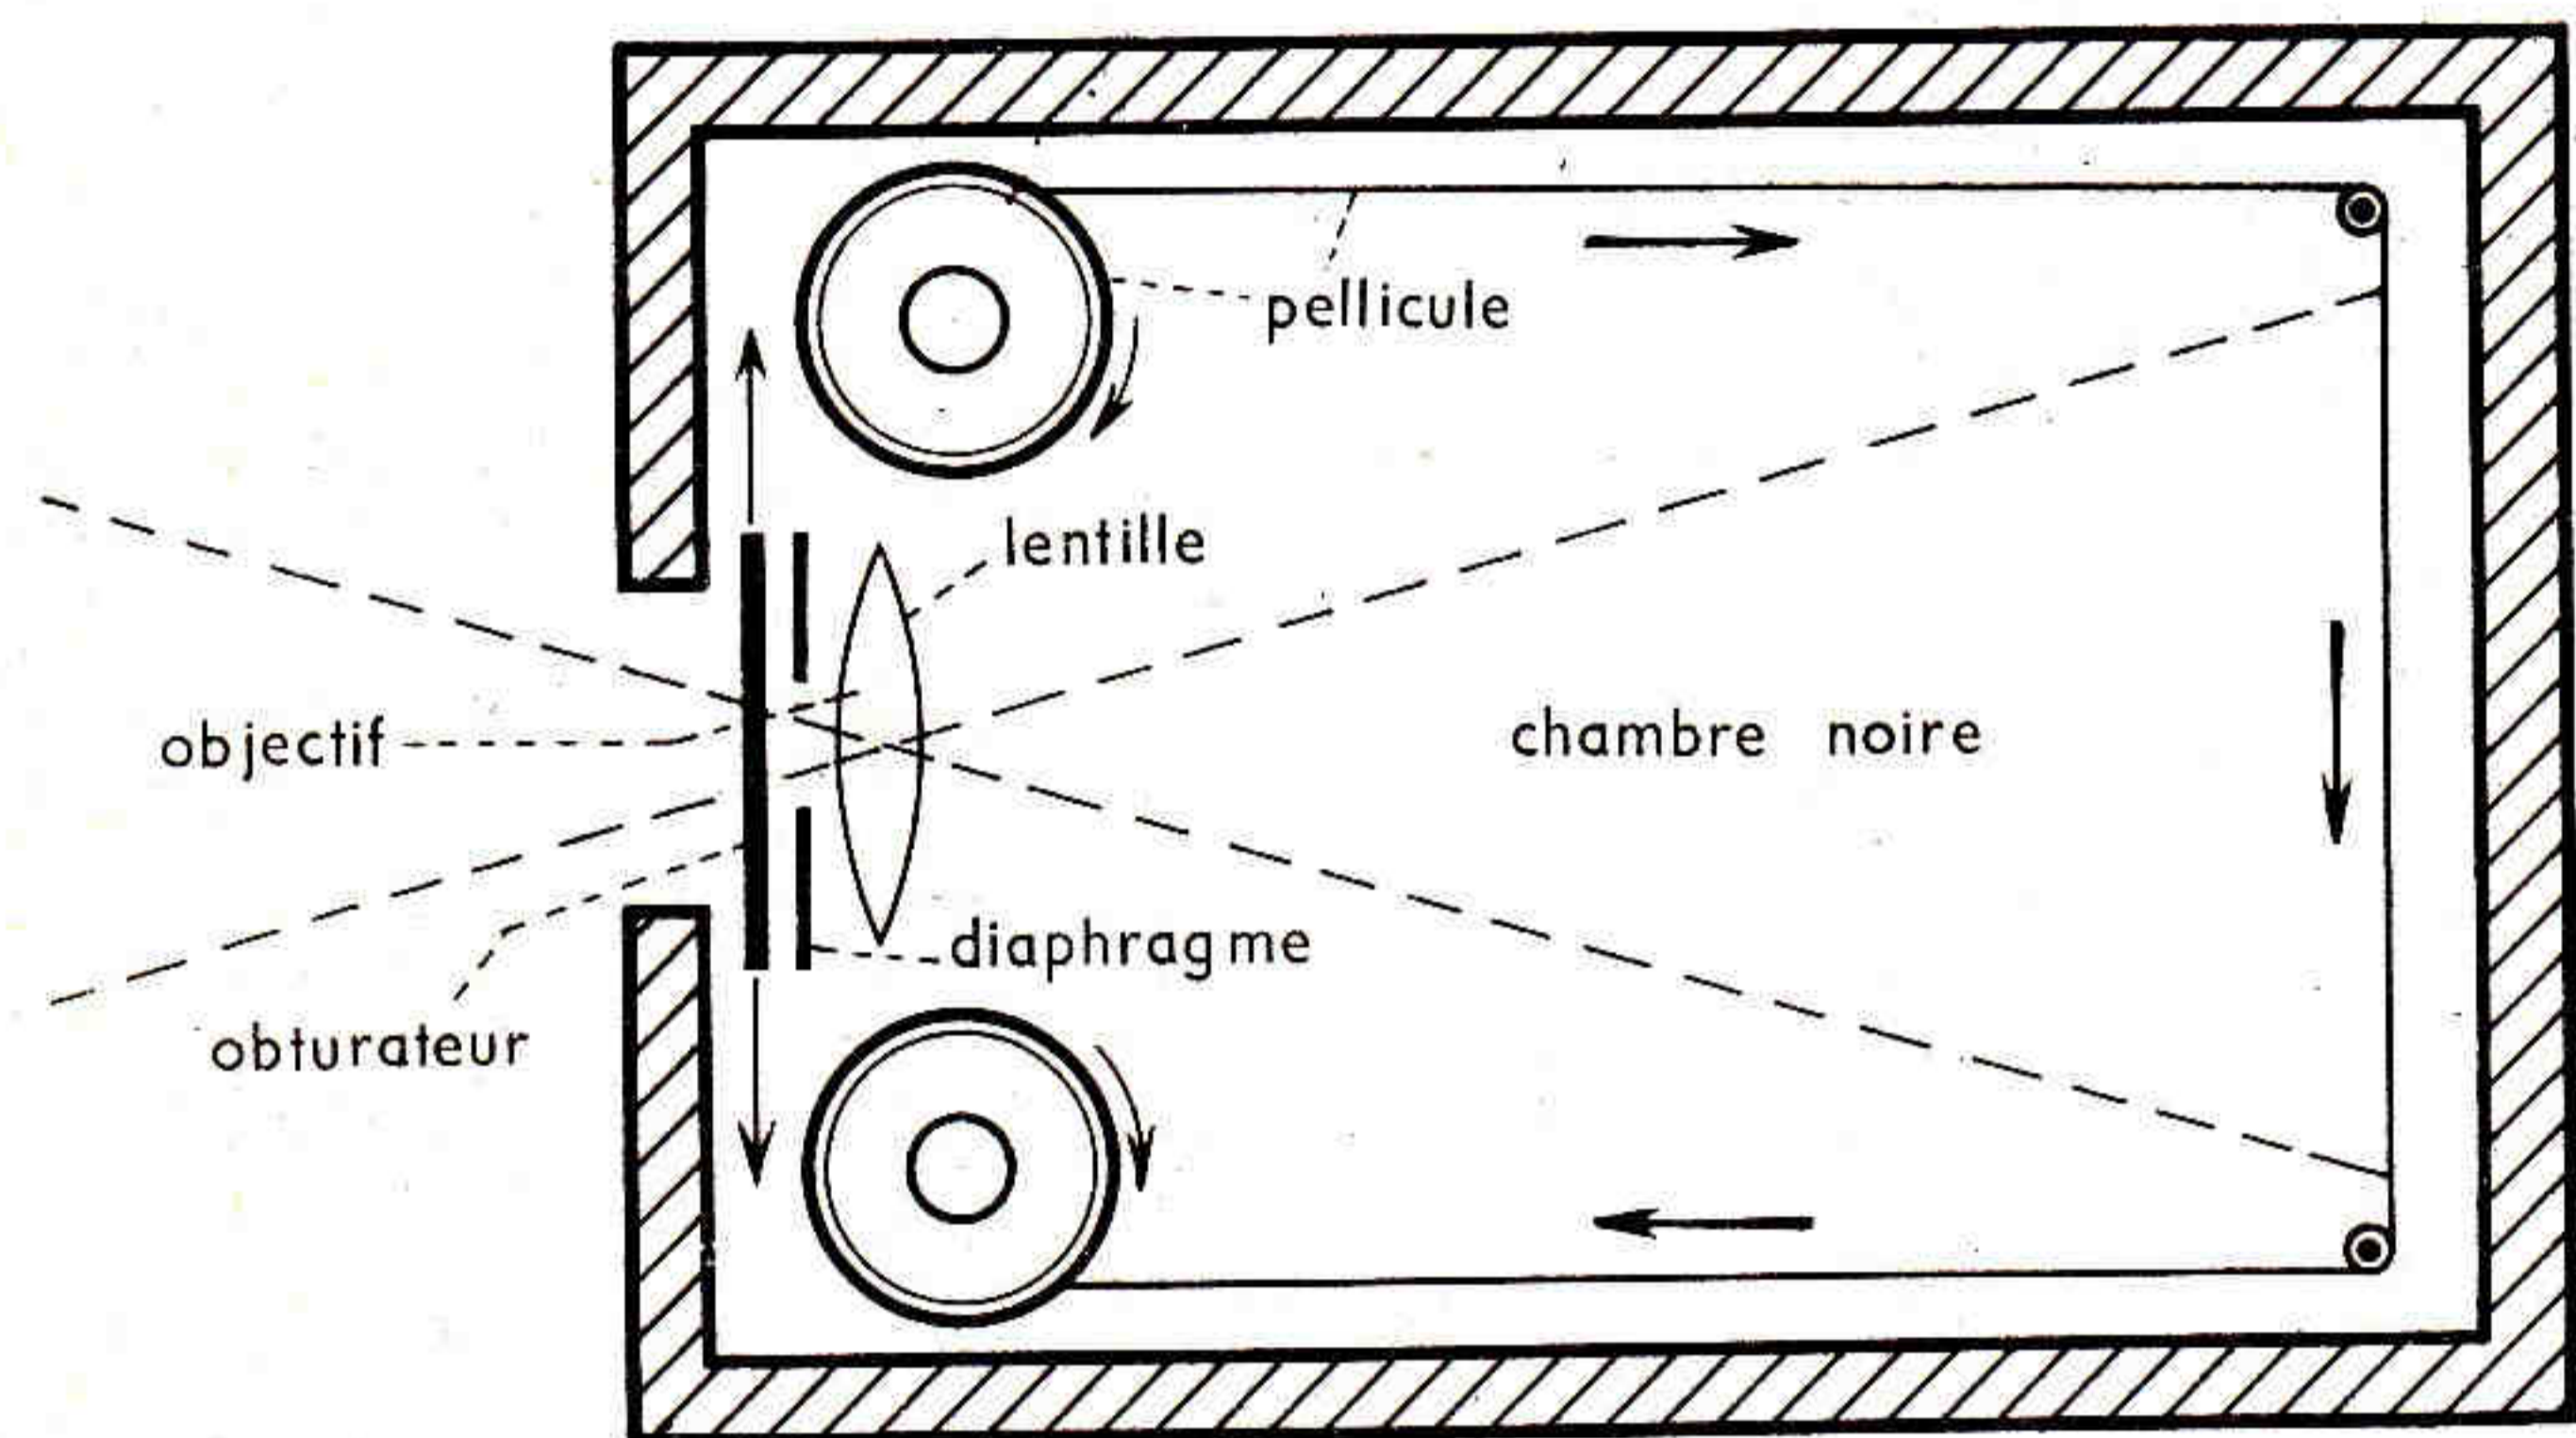

Figure 1. — Coupe schématique d'un appareil photographique.
- un **objectif** formé d'une ou plusieurs lentilles (1) qui produisent l'image;
**Dans l'appareil photographique, la lumière, qui vient de l'extérieur, traverse différentes parties de l'appareil avant d'atteindre la pellicule. Quelles sont ces parties (voir figure 1)?** .....
Distinguez les différentes parties de cet appareil, d'après les indications données par le schéma de la figure 1 et par le texte ci-dessus.